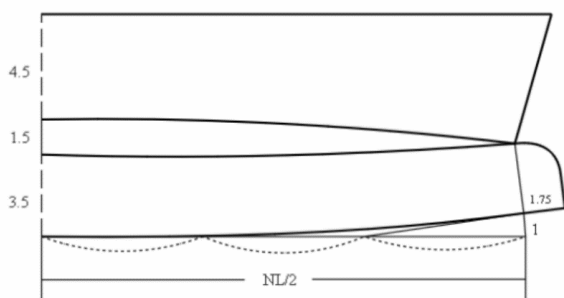

图 4-2-33 衣领结构处理
① 用“ (比较长度)”工具量取衣身前、后领长度和，记作“ $NL/2$ ”；按照分体企领结构处理方法，参照图 4-2-33 完成衣领结构处理。